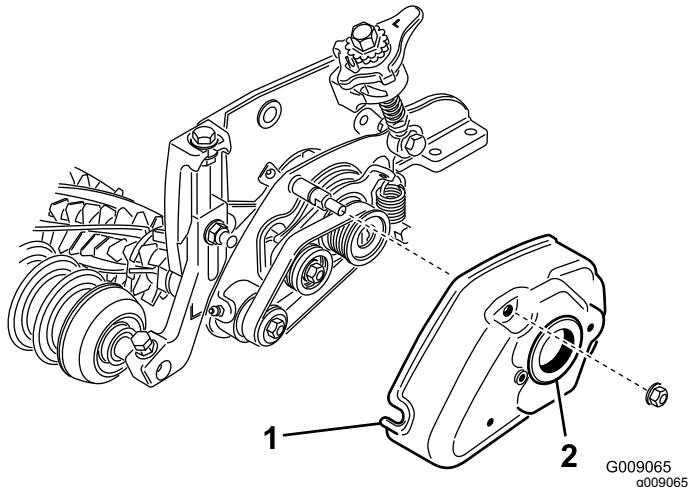

図 22
7. グルーマカバーを取り付け、フランジナット $5/16$ インチ2個で固定する図 22。
8. グロメットカバーについているグロメットの内側にグリスを塗る図 22。